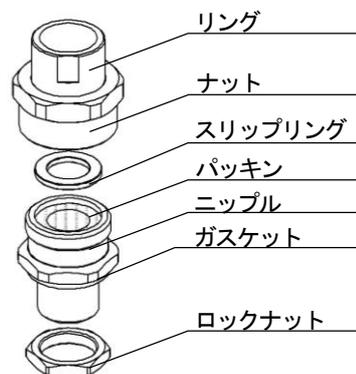

図 1 ケーブル引込器具分解図（構造図）
- ① 器具本体部を M8 ボルト、またはナットで強固に取り付けてください。振動により緩む恐れがある場合には、ばね座金等で緩み止めの処置をしてください。
- ② 配線に際して
- ・ ケーブル引込器具は、UGA 形ケーブル引込器具を使用してください。（図 1）
- ③ ケーブル引込器具（UGA 形ケーブル引込器具）の取付けと入線手順